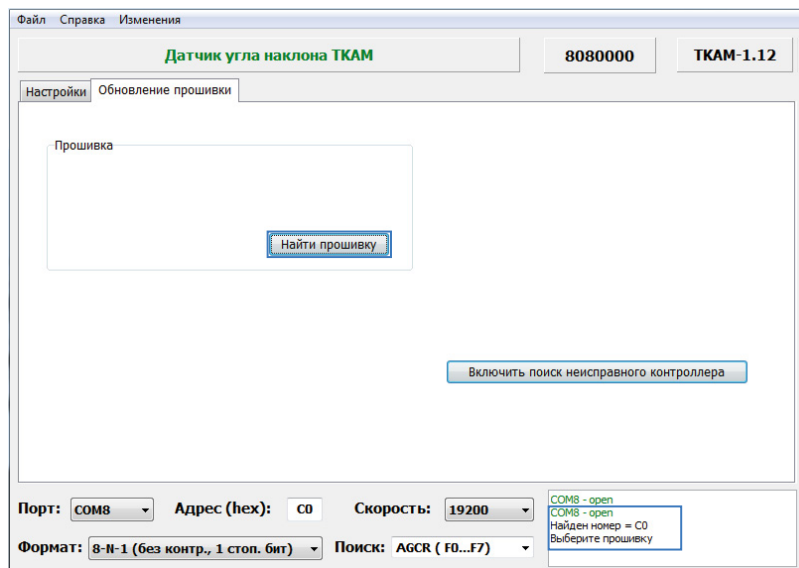

Рис.31. Поиск неисправного датчика.
• подключите датчик «ТКАМ» с поврежденной прошивкой к программатору «TKLS-Prog-485», подключенному к компьютеру. Программа «AGPConf» обнаружит неисправное устройство и предложит выбрать файл прошивки для загрузки в это устройство – в окне состояния появится сообщение «Выберите прошивку» и на вкладке станет доступной кнопка «Найти прошивку» (Рис.31);